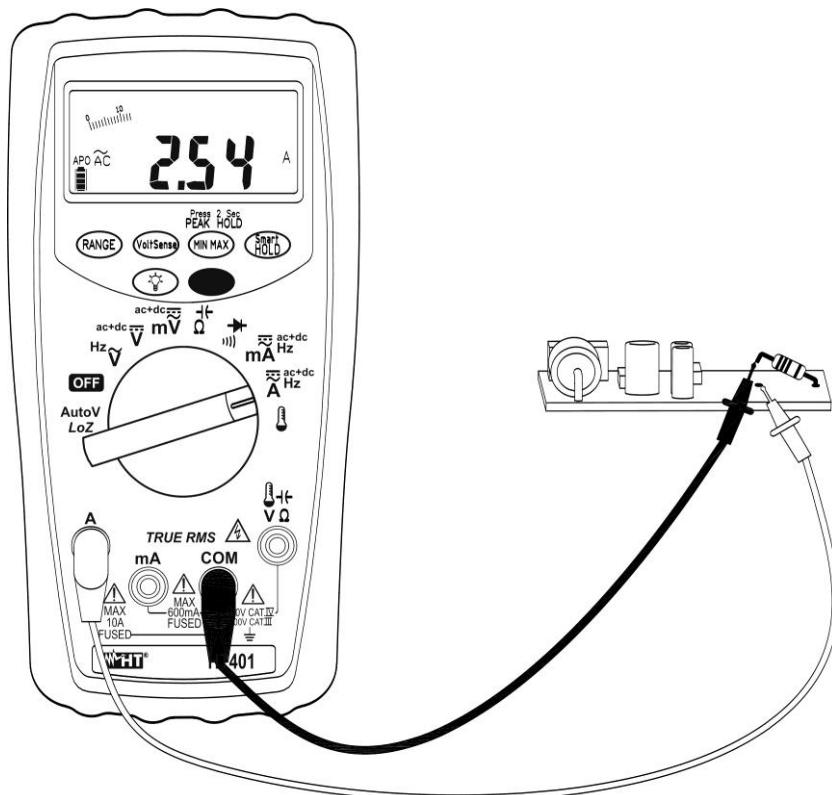

Fig. 6 : Mesures de Courant AC
6. Connecter l'embout rouge et l'embout noir en série au circuit duquel on veut mesurer le courant en respectant la polarité et la direction du courant dont à la Fig. 6.